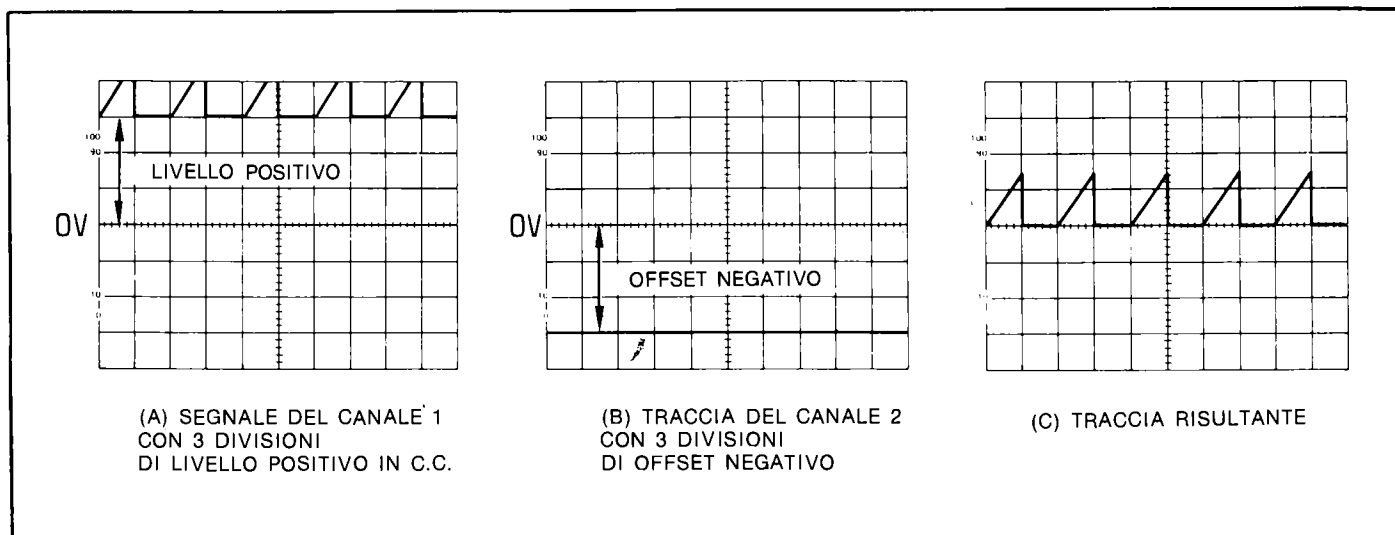

Figura 40
- ESEMPIO: Considerando la linea centrale del reticolo come livello di riferimento zero, la componente alternata del segnale inizia a manifestarsi a partire dalla terza divisione di livello positivo in corrente continua (vedi figura 40 A). Ciò premesso:
- f) Si applica una tensione negativa in corrente continua al canale 2 (o positiva premendo il pulsante INVERT del canale 2), di valore pari a quanto calcolato al punto precedente (vedi figura 40 B).
- g) Commutare i comandi VERTICAL MODE su BOTH e ADD; la traccia risultante risulterà centrata sullo schermo (vedi figura 40 C).